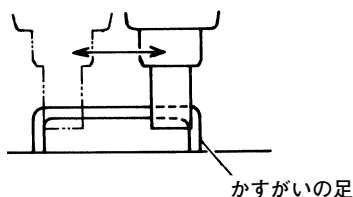

図 12
- かすがいがある程度打込まれ安定したら釘から指をはなし，左右に本機を移動しながらかすがいの両方の足を打込みます。(図 12)